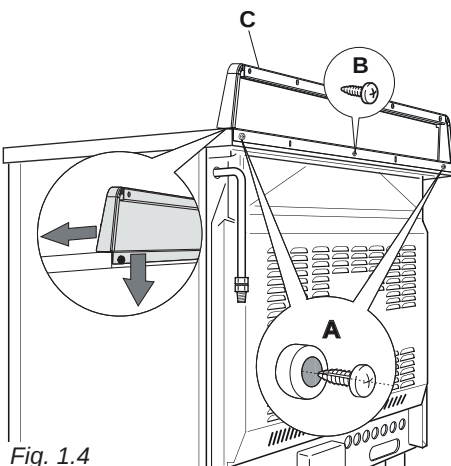

Fig. 1.4
Avant d'installer la cuisinière, assembler la protection arrière "C" (fig. 1.4).
- Enlever les entretoises "A" (fig. 1.4) en dévissant la vis de fixation.